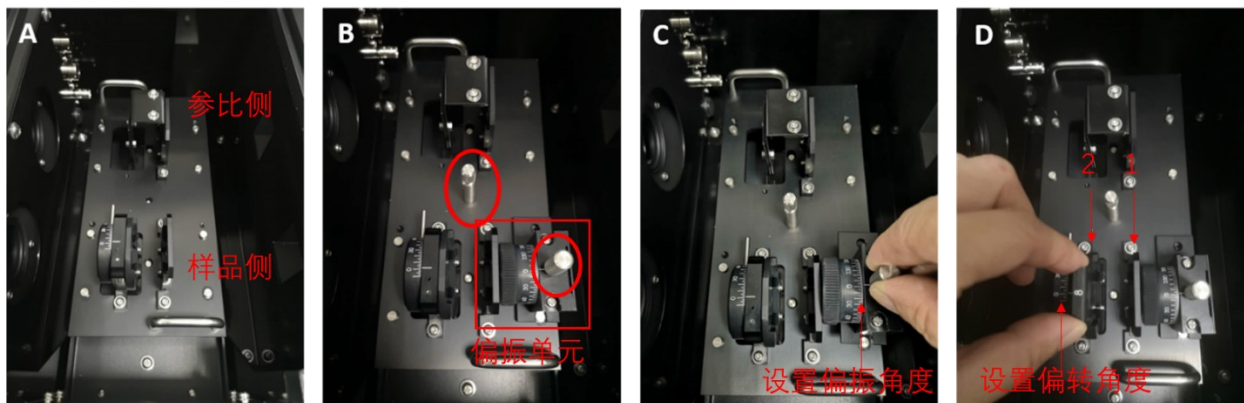

图 6-16 偏光附件安装
- (1) 如图 6-16, 装好偏光附件: 安装旋转膜支架, 使旋转支架在样品室前面 (A)。然后用滚花螺丝固定旋转膜架。将偏光单元对准螺孔放入, 用偏光单元自带的滚花螺丝固定 (B)。